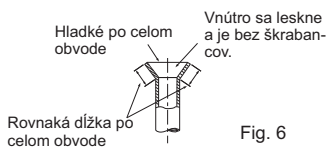

Fig. 6
- Porovnajete pertlovaný koniec s Fig. 6.